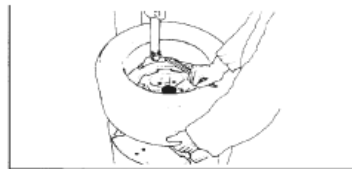

Рис. 26
- H.** Повторите процесс для демонтажа второго борта. При этом левой рукой, с противоположной головке стороны, приподнимайте шину вверх, в глубокую часть диска (рис. 26).